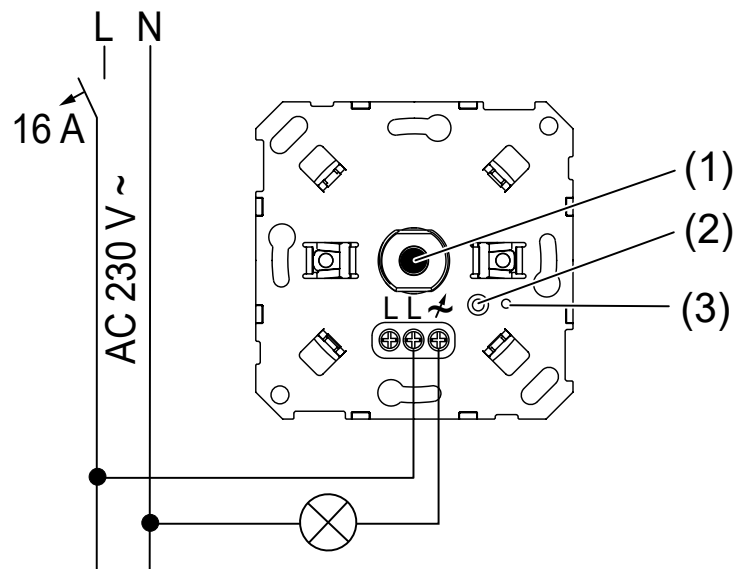

Bild 1: Anslutningsschema
- Anslut dimmern enligt anslutningsbilden (se bild 1).